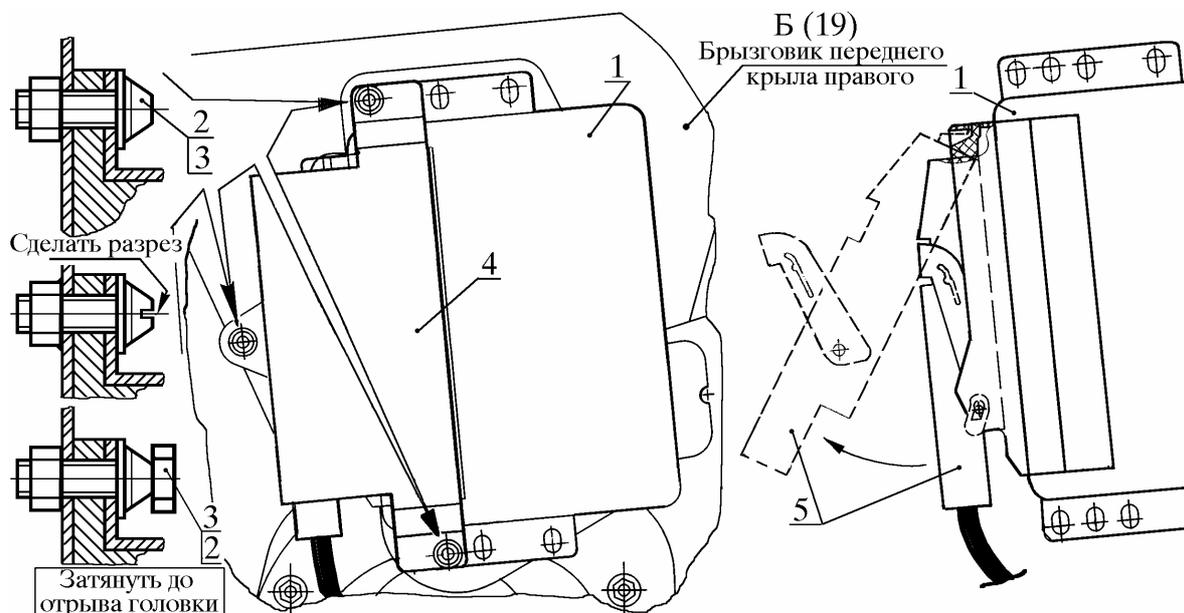

Рис. 20. Снятие - установка блока управления (ЭБУ):
10.2. Вывинтить три болта 2 (рис. 20) отверткой, сделав предварительно разрез на головке болта, или высверлить болты.